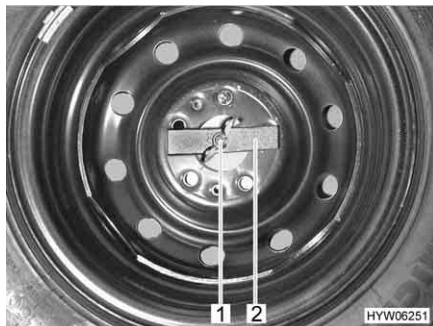

Fig. 251 Ruota di scorta nel gavone di coda
- Svitare manualmente il dado ad alette (Fig. 251,1) e rimuoverlo.
- Rimuovere la barretta di compressione (Fig. 251,2).